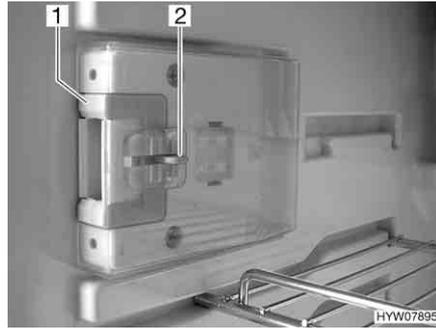
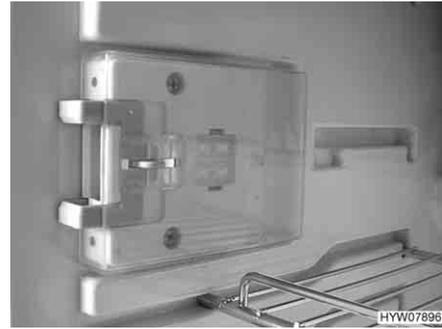

Fig. 166 Dispositivo de cierre en posición normal
Fig. 167 Dispositivo de cierre en posición de ventilación
- Hundir el desbloqueo (Fig. 166,2).
- Empujar el dispositivo de cierre (Fig. 166,1) hacia delante (Fig. 167).